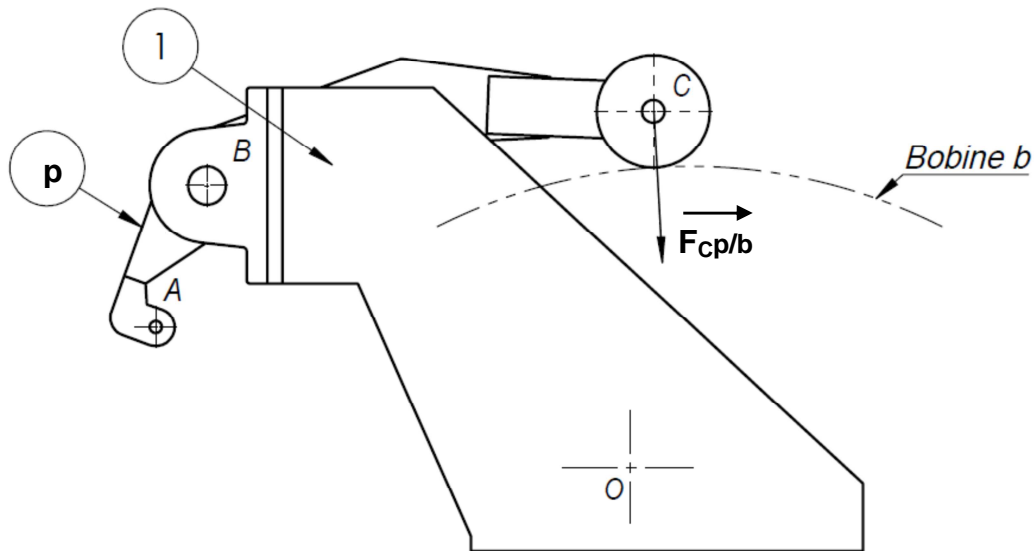

Figure 4
- L'effort de serrage d'une bobine est tracé sur la figure 4 et est de 3000 N. On considère une force de l'ensemble presseur p (3+4+5+13) sur la bobine b, appliquée au point C.
Q10.3 : **Enoncer** le principe fondamental de la statique pour cet équilibre et **tracer** sur la figure 4 les directions des forces :
Q12.1 : Sur la figure 4 (page 12/14), **relever** la cote L réelle, distance entre le point O et le côté droit du châssis 1.